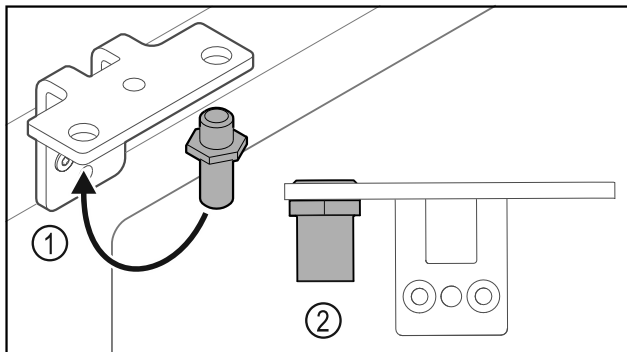

Fig. 23
- ▶ Mutați bolțul Fig. 23 (1) în colțarul balamalei.
- ▶ Strângeți bolțul Fig. 23 (2) cu **cuplul de 12 Nm**.